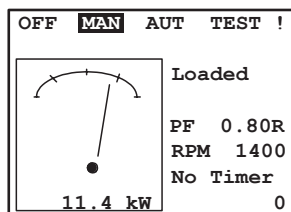

Рис. 9
- Как только генератор запустится и работа двигателя стабилизируется, проверьте показания вырабатываемой электроэнергии (Рис. 9 - 10).